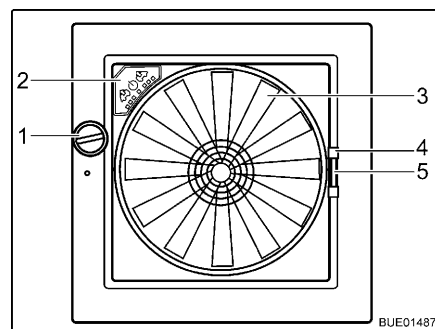

Fig. 114 Lanterneau Omni-Vent
- Tourner le bouton rotatif (Fig. 114,1) jusqu'à ce que l'angle d'ouverture désiré soit atteint.
- Fermer :** ■ Tourner le bouton rotatif (Fig. 114,1) jusqu'à ce que le lanterneau soit entièrement fermé.
- Fermer :** ■ Tirer la moustiquaire par la poignée (Fig. 114,4) vers le côté de cadre opposé.
- Fermer :** ■ Presser la poignée (Fig. 114,5) du dispositif occultant.
Ventilateur Quand le lanterneau est ouvert, l'espace intérieur peut être ventilé et aéré avec un ventilateur à 6 niveaux de puissance (Fig. 114,3). La commande du ventilateur s'effectue sur son panneau de commande (Fig. 114,2).